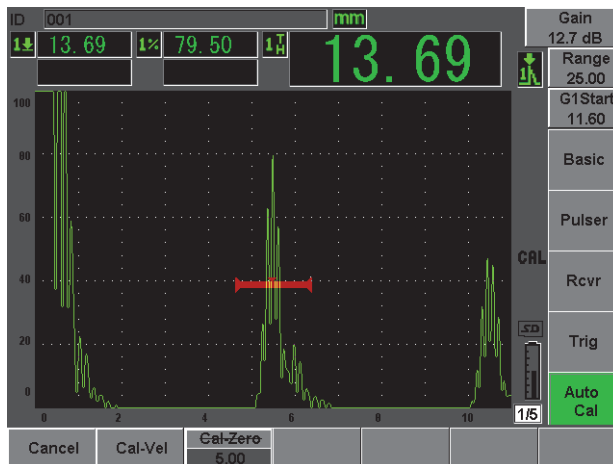

Figura 2-15 L'inizio del gate 1
11. Portare l'indicazione all'80% dell'altezza dello schermo intero mediante la funzione (**AUTO XX%**) [vedi Figura 2-15 a pagina 53].